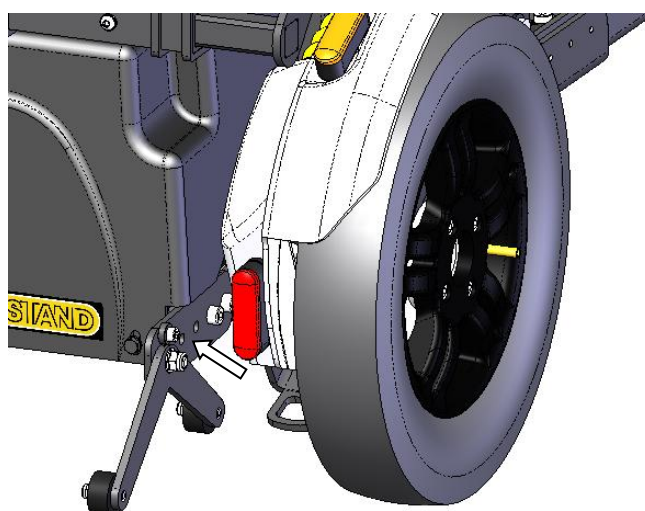

Figure 12 : réglage position anti-bascule
- Ôtez les deux vis de fixation du dispositif anti-bascule (voir figure 12) des deux côtés du fauteuil